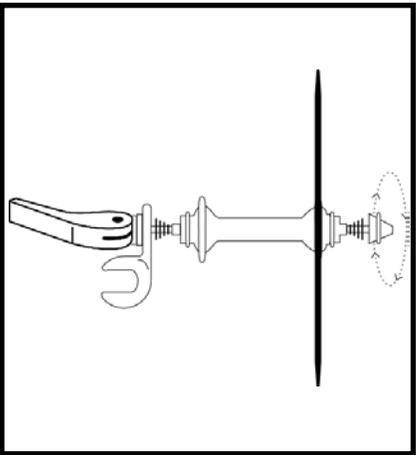

FIGURE 4
4. Position the Hitch Q.R. Lever so it points straight out from the hub (open position). Tighten the Q.R. Nut on the opposite end of the Hitch Q.R. Skewer until finger tight. **FIGURE 4**
4. Une fois l'axe inséré, positionner le levier de sorte qu'il soit ouvert. Ensuite, remettre le boulon sur la face opposée de l'axe, soit du côté de dérailleur, jusqu'à ce qu'il soit bien serré. **FIGURE 4**